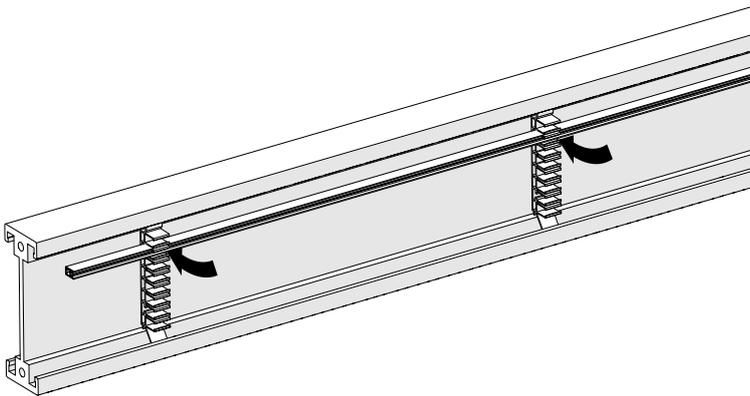

Abb. 52: Tragprofil mit einer montierten Schleifleitungsschiene
- Schleifleitungsschienen vollständig in die Schienenhalter einrasten (siehe Abb. 52).